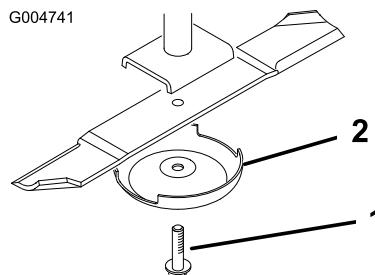

Figura 100
2. Sujete el extremo de la cuchilla usando un paño o un guante grueso. Retire del eje de la cuchilla el perno de la cuchilla, el protector de césped y la cuchilla (Figura 100).